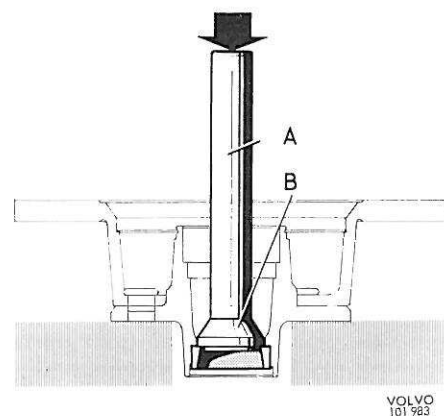

Figure 27. Démontage de la cuvette du roulement extérieur
5. Démontez les cuvettes de roulements. Se servir de la poignée de base 1801 et du mandrin 2724 (figure 26) pour le roulement intérieur et du mandrin 2725 (figure 27) pour le roulement extérieur.